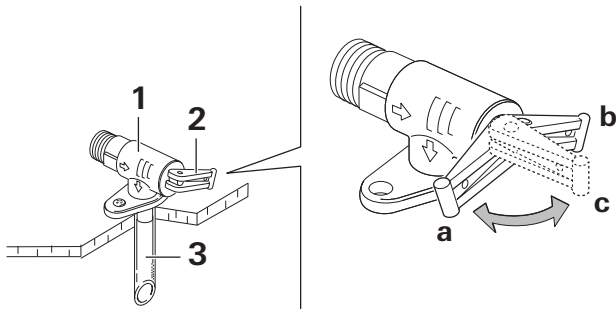

Fig. 7
- Antes de levantar la palanca (Fig. 7 – 2), asegúrese de que la línea de descarga esté acoplada de modo seguro y correctamente instalada con el fin de evitar lesiones y daños materiales.